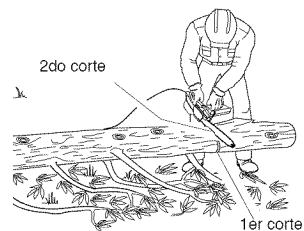

Figura 13 - Trozado del tronco apoyado sobre un solo extremo
1. Haga el primer corte del lado inferior del tronco (vea la Figura 13). Utilice la parte superior de la barra de guía para realizar este corte. Atraviese 1/3 del diámetro del tronco. Este corte impedirá la producción de astillas en esta sección al completarse el corte.